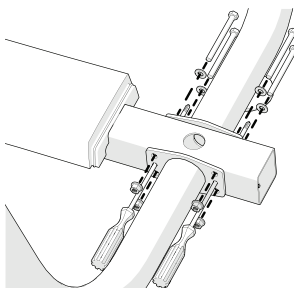

Рисунок 5
2. Наденьте плоскую шайбу **5** на каждый из четырех болтов **3**, затем, с противоположной стороны центральной опоры, вставьте четыре болта **3** и закрепите гайку **1** на каждом болте. Частично затяните крепления (см. рисунок 5).